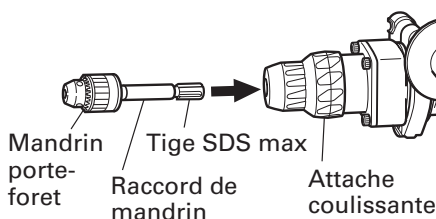

Fig. 14
(2) Fixation du raccord de mandrin sur le mandrin porte-foret (Fig. 14)